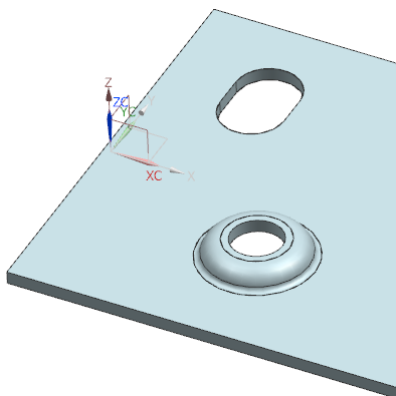

图 10-74 创建法向除料特征
(4) 返回到“法向除料”对话框，单击 **确定** 按钮，创建法向除料特征，如图 10-74 所示。